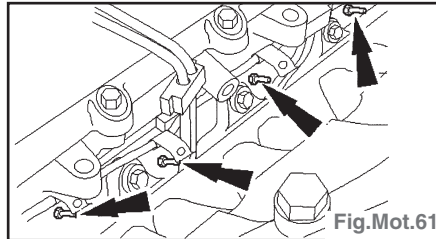

Fig.Mot.61
- Déposer les bougies de préchauffage (Fig.Mot.61).